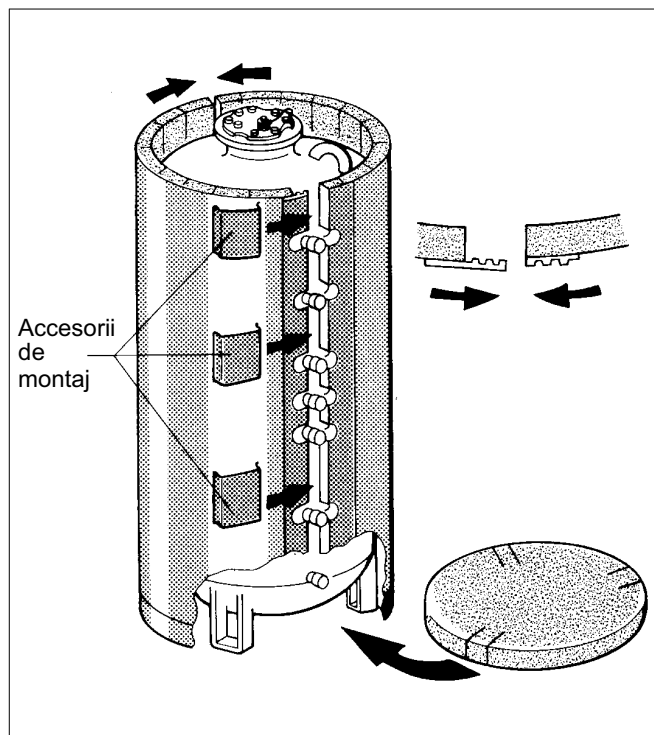

Fig. 7
- Discul termoizolant, chertat în dreptul picioarelor boilerului, se așează pe pardoseală (Fig. 7).
Întâi se îmbină riglele de închidere ale termoizolației dinspre partea racordurilor și se asigură cu profilele ajutătoare (șine U) (Fig. 7).
- Boilerul se îmbracă cu plăcile termoizolante astfel încât decupările să corespundă cu poziția racordurilor (Fig. 7).